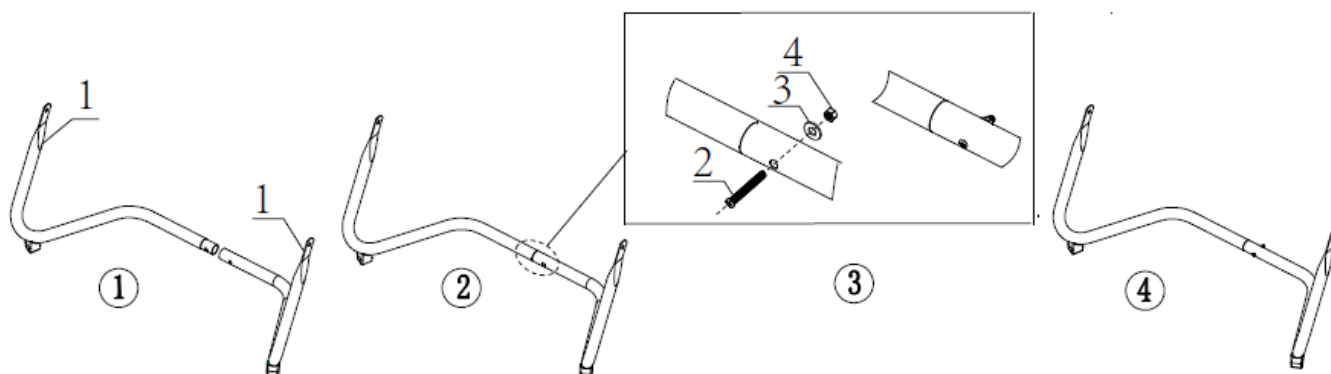

Fig. 1
Koble høyre og venstre støtter (1) sammen ved hjelp av skrue (2), skive (3) og mutter (4). (Fig. 1)